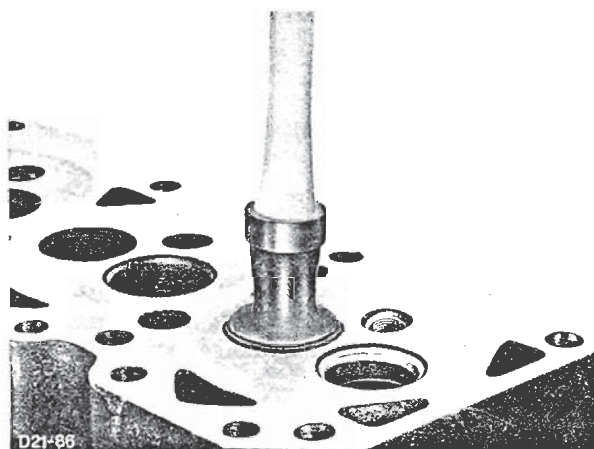

Fig. 81 - Tilslibning af ventiler.
9. Slib ventilerne til i topstykket, Fig. 81. Fjern alle spor af slibepasta fra ventiler og ventilsæder, smør ventilerne, ventilsæderne og indsatsene med olie. Fortsæt som beskrevet ovenfor, idet der begyndes med pkt. 5 (ventilstammepakdåser).